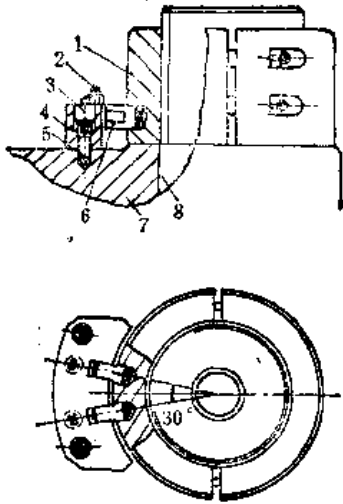

图13-2-12 某水压机立柱外侧螺母锁紧装置
② 超压预紧: 其超压值应为压机额定压力的  $1.25$  倍, 在此压力下加压, 使立柱略微增长, 旋紧立柱内侧螺母。一般不用此法, 因为它达不到应力为  $1000 \times 10^5 \text{Pa}$  以上的预紧力, 还会损坏水压机上横梁以内侧螺母为水平基准的安装精度。
3) 立柱螺母的机械锁紧, 虽然加热预紧螺母, 但仍可能发生松动, 为此再辅以机械锁紧较为可靠。图13-2-12所示, 是某水压机立柱外侧螺母锁紧装置, 在螺母径向预钻两个放销子的孔, 放入两个销子, 然后用锁紧环卡住该销子, 并用螺钉将这个锁紧环固定在横梁上, 实践证明, 防松有效。